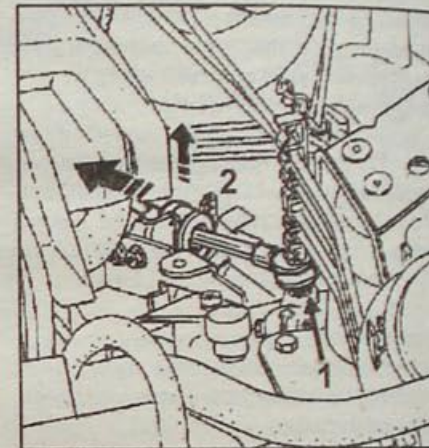

Рис. 2.45. Отсоединение троса управления автоматической коробкой передач:
• Снимите трос управления автоматической коробкой передач, для чего отсоедините сначала шаровой наконечник и выньте втулку оболочки троса из лапки крепления перемещая ее вверх и назад, в сторону щитка передка (рис. 2.45).